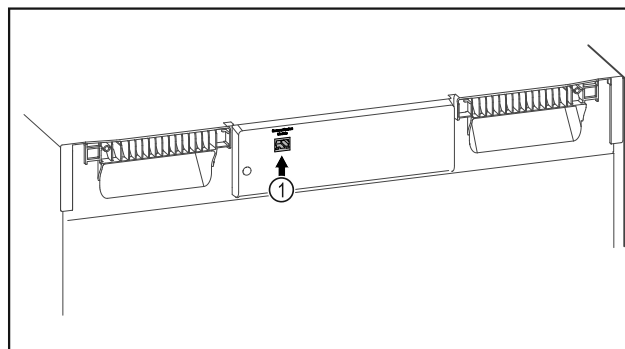

Fig. 108
- Założono SmartModule Fig. 108 (1).